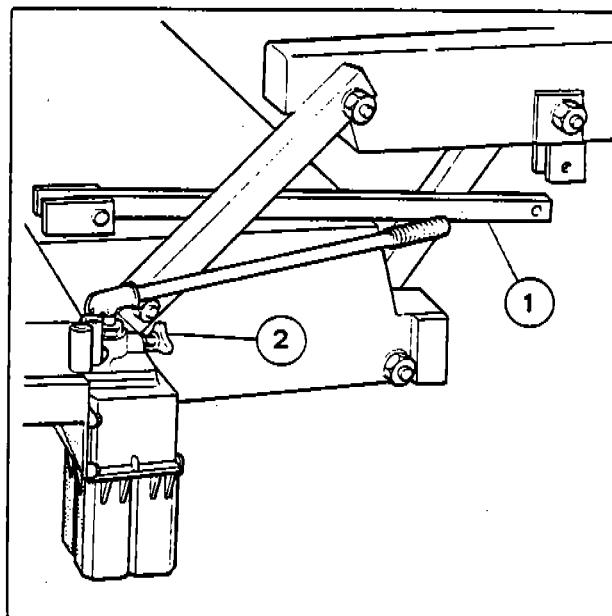

Fig. 10
- f) Togliere i tiranti di fermo (1-Fig. 10) piano anteriore rialzato per attacco motrice/trattore.
- g) Portare il piano rialzato a livello con il piano del carro, azionando la manopola (2-Fig. 10) della pompa manuale.